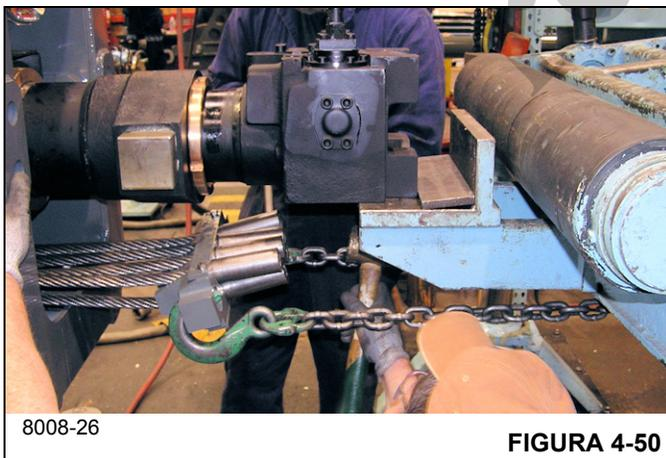

FIGURA 4-50
80. Fije ganchos y cadenas a los agujeros en la placa de anclaje (73) y tire de la placa de anclaje hasta que los seis cables de extensión de la sección telescópica 3 (150) se asienten en la placa de anclaje (vea la Figura 4-50).